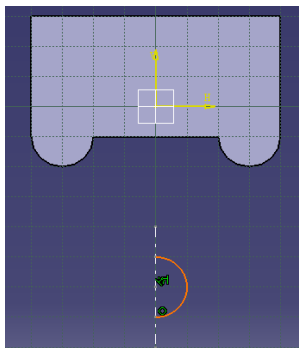
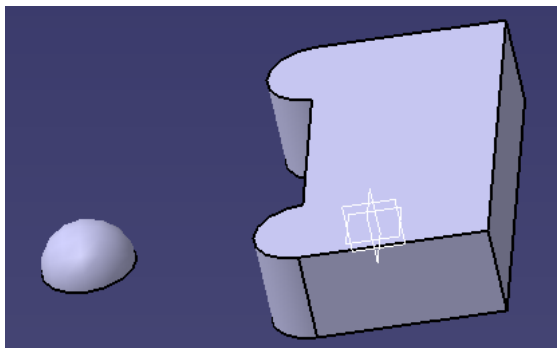

图 8-25
图 8-26
(3) 双击 Part2 中的 PartBody 后进入 Part Design 界面, 选择 xy plane 后, 点击 Sketcher  键, 用 Arc 和 Axis  画如图 8-25, 按  + , 效果如图 8-26;